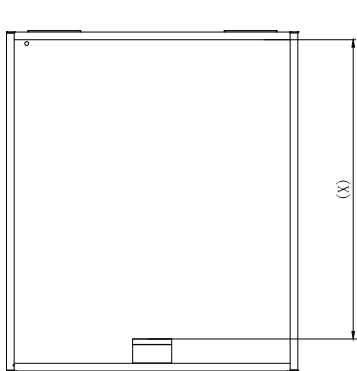
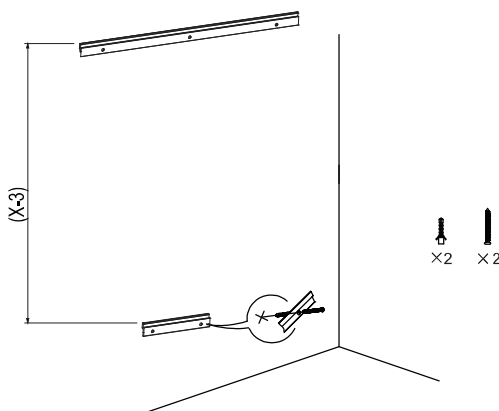

Abb.3
Abb.4
2.1 Messen Sie mit dem Maßband den Abstand zwischen den beiden Stäben aus Aluminiumlegierung (x-3)MM(Abb.3.) Wiederholen Sie den Vorgang wie in 1.2-1.4(Abb.4) gezeigt.